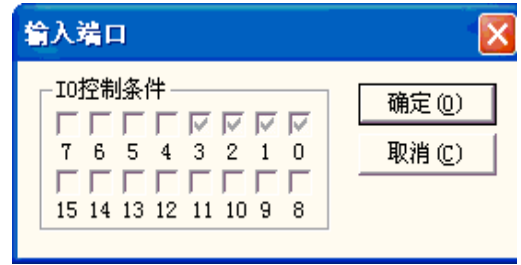

图 2-21 输入端口
**IO 控制条件**：表示当加工到当前对象时，系统先读输入口，比较当前输入口的值是否与当前 IO 控制条件的值相等。如果相等则加工当前对象，如果不相等则不加工当前对象，跳过当前对象加工下一个对象。如图 2-21 所示。